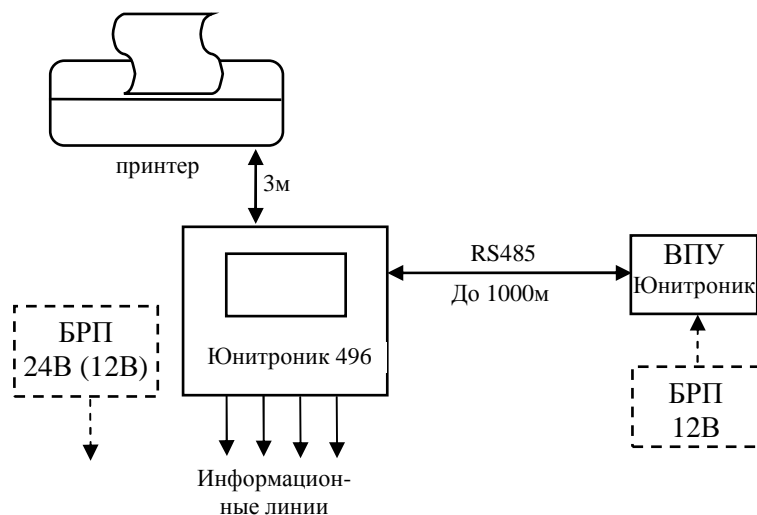

Рис. 3. Схема подключения прибора (контроллера) с выносным пультом управления.
5.3.2. На рис.3 изображена схема подключения к АПКП и контроллеру четырех информационных линий и принтера. На рисунке показано также подключение ВПУ, который может быть удален на расстояние до 1000 метров. Для контроллера пульт является основным, а для АПКП – дополнительным. Дополнительный ВПУ позволяет создать дублирующий пост управления, предназначенный для оперативного управления системой. Программирование системы возможно только с основного пульта управления.